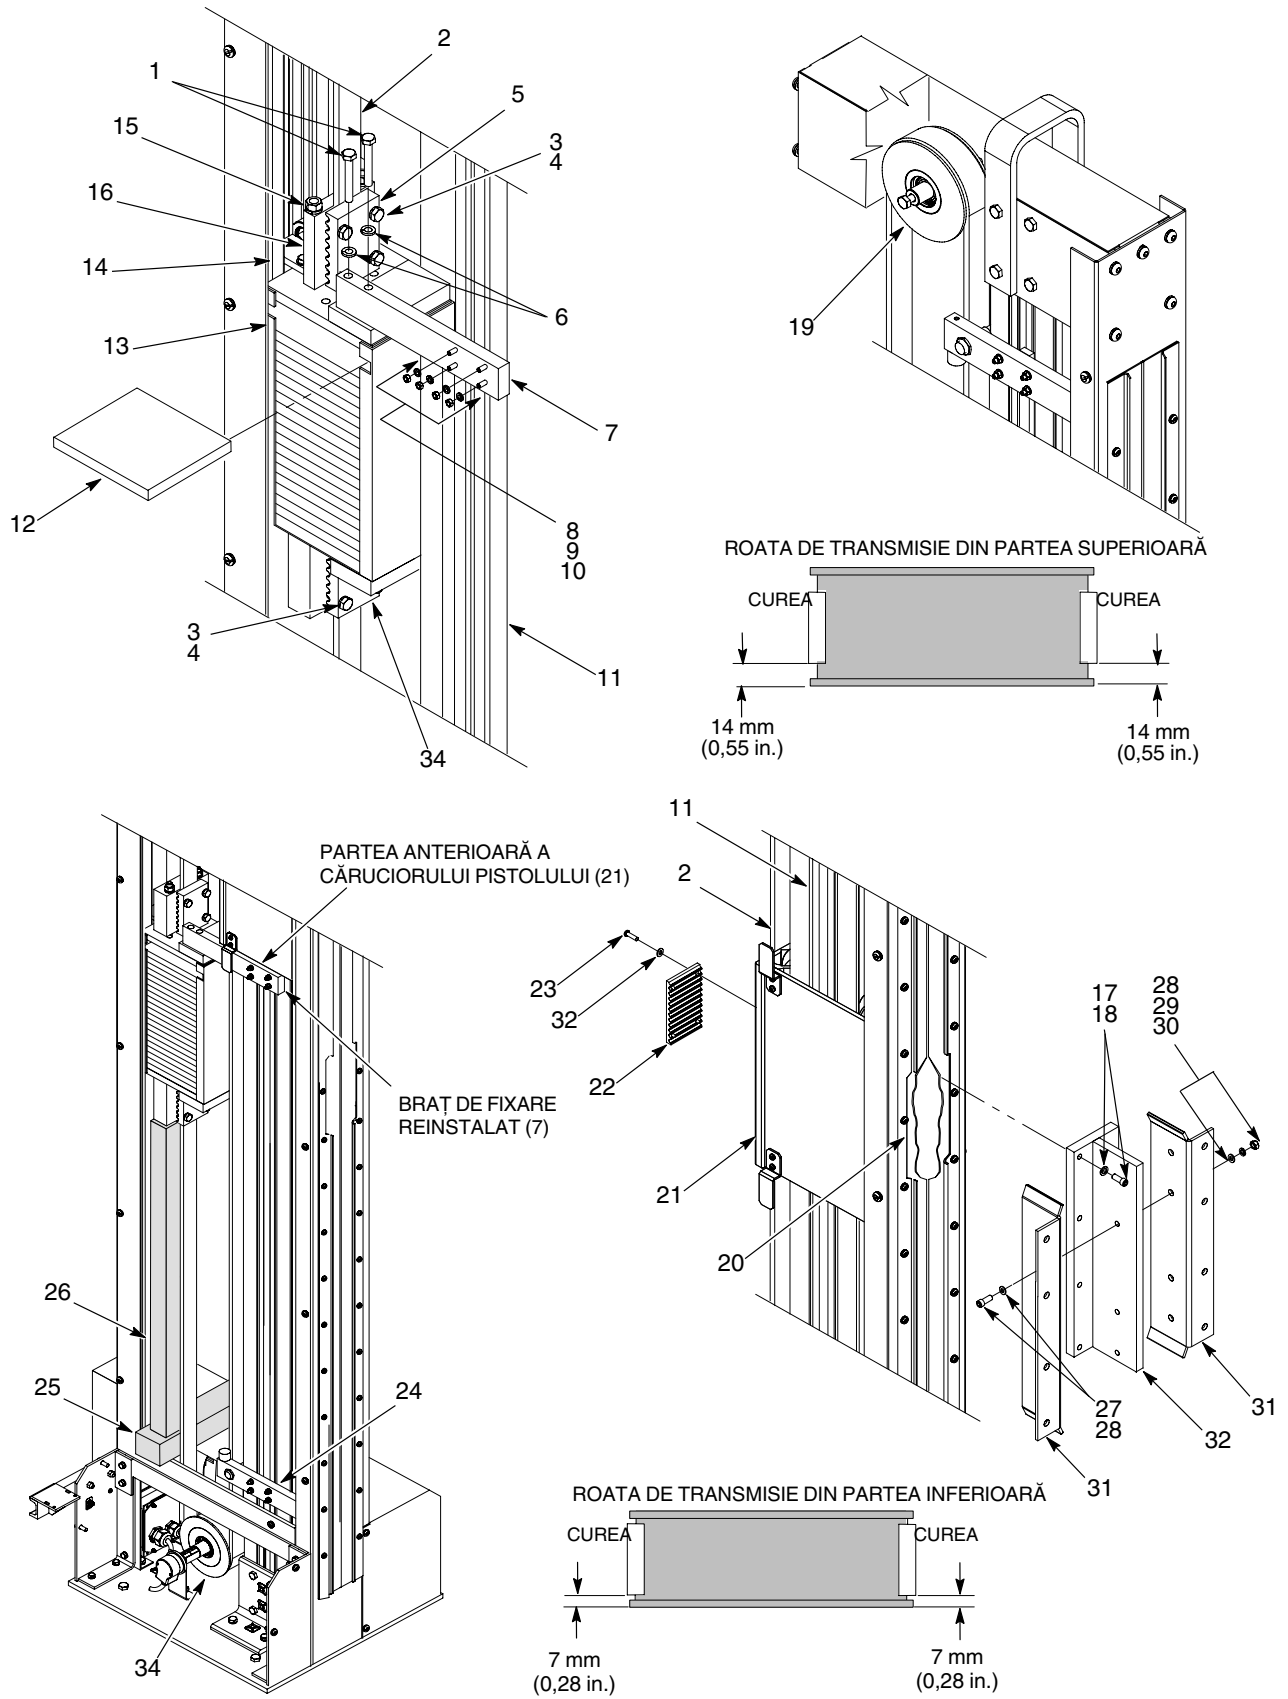

Figura 18 Montarea suportului căruciorului pistolului
1. A se vedea Figura 18. Montați cureaua: